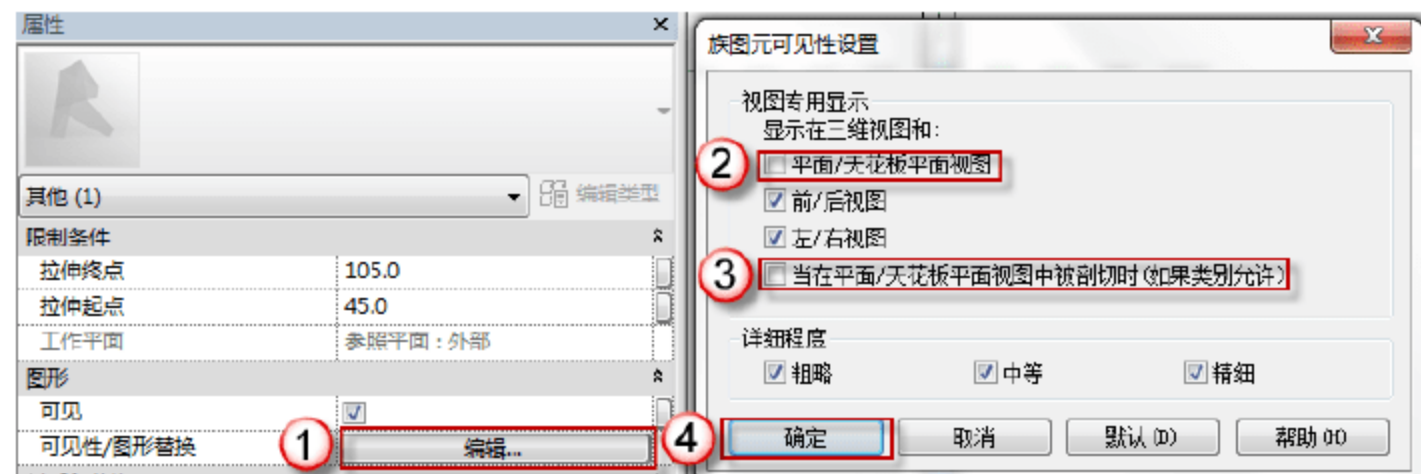

图 6.2.13 修改门的可见性
(12) 修改 FM1534 乙门框的可见性。在门框的“属性”面板中，单击“图形”栏“可见性/图形替换”后的“编辑”按钮，弹出“族图元可见性设置”对话框，取消“平面/天花板平面视图”和“当在平面/天花板平面视图被剖切时（如果类别允许）”复选框的选择，单击“确定”按钮，如图 6.2.13 所示。